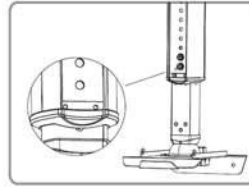

Figure 7
2. Si hace falta, ajuste la longitud del tubo de nuevo. Tiene que desatornillar los torillos del tubo principal y extensor (fig. 7)